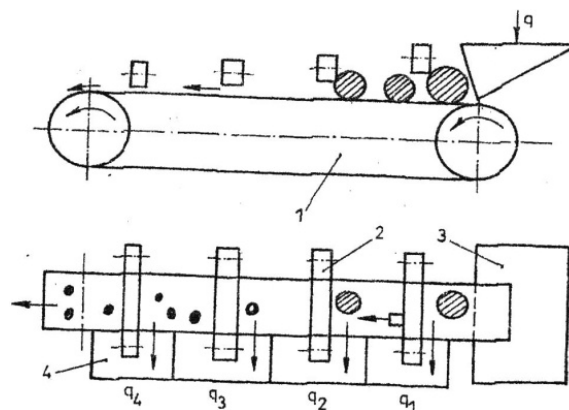

Fig. 1. Mașina cu benzi la înălțimi variabile [3].
• **Mașina cu benzi transportoare dispuse la înălțimi variabile [3].** Componenta mașinii (fig. 1):